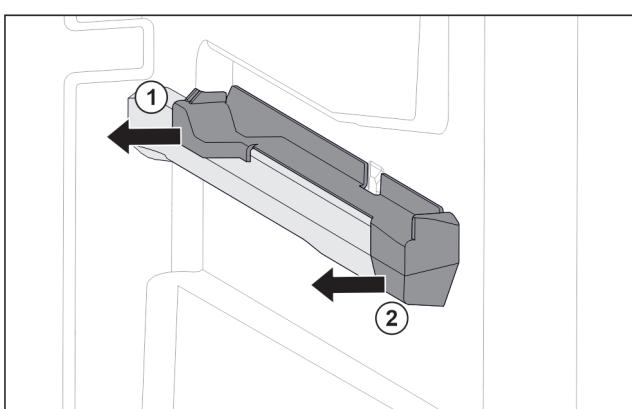

Fig. 84 Наставка върху дясното ребро на съда
- Изтеглете наставката отзад настрани. Fig. 84 (1)
- Изтеглете наставката отпред настрани. Fig. 84 (2)